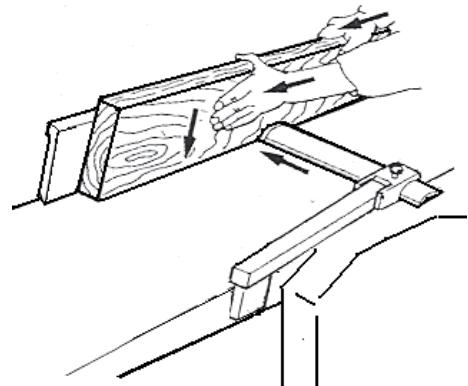

Рис. 12
- Налаштuvati огорожу rіжuchого блоку на ширину оброблюваної деталі (Рис. 12).